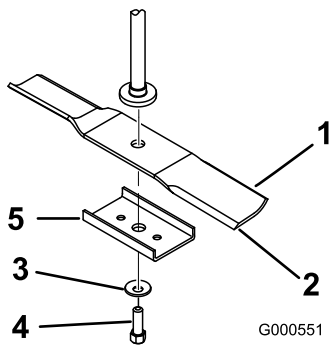

Figure 45
2. Enlevez de l'axe le boulon de lame, la rondelle bombée, le renfort de lame et la lame (Figure 45).
- Montez le renfort, la rondelle bombée (face concave vers la lame) et le boulon de lame (Figure 45).
- Placez la lame sur l'axe (Figure 45).